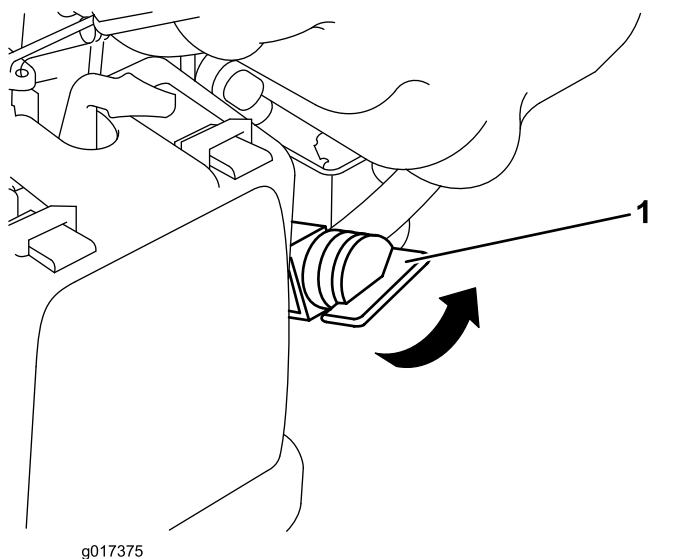

Figura 12
2. Gire la válvula de combustible a la posición de ABIERTO (**Figura 12**).